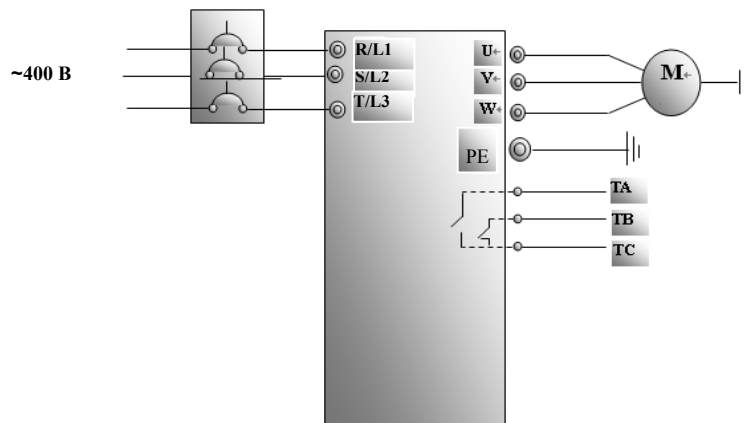

Рис. 4-1 Схема подключения 1
- (1) Подключить провода в соответствии с Рис. 4-1. После проверки правильности подключения, замкнуть выключатель с воздушным зазором, включив питание преобразователя.
- (1) Подключить провода в соответствии с Рис. 4-1. После проверки правильности подключения, замкнуть выключатель с воздушным зазором, включив питание преобразователя;
- (2) Нажать клавишу "Run" для входа в меню программирования.
- (3) Измерить параметры двигателя: порядок действий тот же, что и в Примере 1.
- (4) Установить функциональные параметры преобразователя:
- (5) Нажать и удерживать клавишу "Run" до тех пор, пока мотор ускорится до частоты толчковой подачи, контролируя состояние привода.